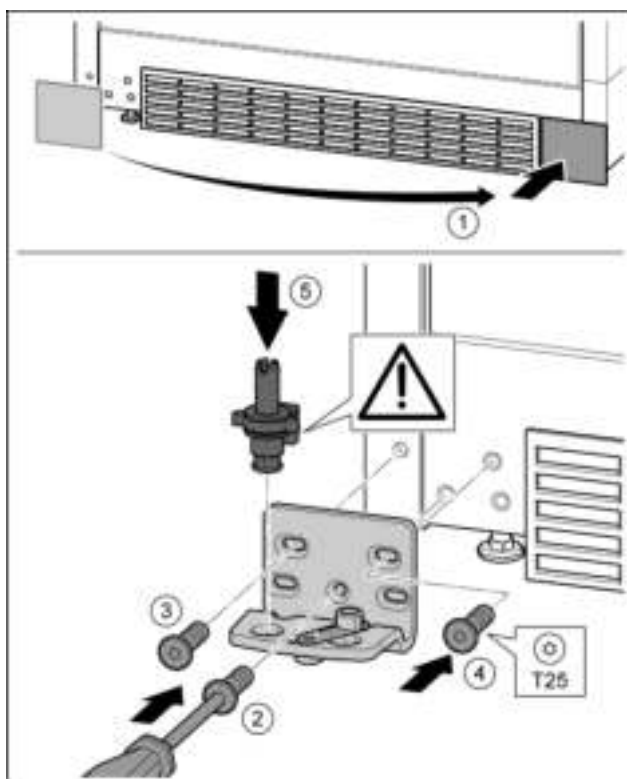

Fig. 17
- ▶ Afdekking eraf halen en op de andere kant aanbrengen. Fig. 17 (1)
- ▶ Lagerbus op de andere kant aanbrengen en met behulp van een schroevendraaier T25 vastschroeven. Met schroef 2 onder in het midden beginnen. Fig. 17 (2)
- ▶ Schroef 3 en 4 vastschroeven. Fig. 17 (3, 4)
- ▶ Lagerbus volledig aanbrengen. Let op dat de vergrendelnok naar achter wijst. Fig. 17 (5)